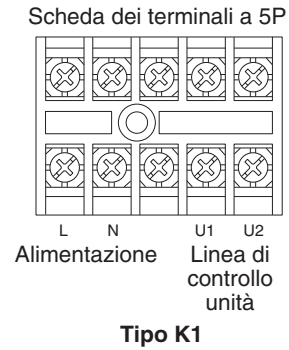

Fig. 4-2
- (1) Per una spiegazione di “B”, “C”, “D” ed “E” nei diagrammi che seguono, consultare la sezione 4-2 “Lunghezza e diametro raccomandati dei fili per il sistema di alimentazione”.
- (2) Lo schema di collegamento di base dell'unità interna mostra la scheda dei terminali; la scheda installata nell'unità in uso potrebbe tuttavia differire. (Fig. 4-2)
- (3) L'indirizzo del circuito refrigerante (R.C.) deve venire impostato prima di accendere il sistema.
- (4) Per quanto riguarda l'impostazione dell'indirizzo del circuito del refrigerante (R.C.) si prega di vedere le istruzioni per l'installazione fornite con il telecomando (opzionale). L'impostazione automatica dell'indirizzo può essere eseguita automaticamente dal telecomando. Anche per questa operazione si prega di vedere le istruzioni per l'installazione fornite con il telecomando (opzionale).